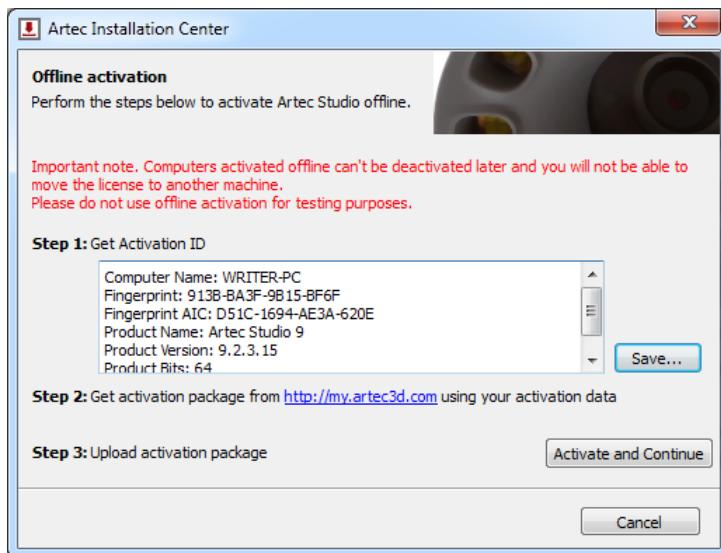

Рис. 4.15: Окно оффлайн-активации
3. В окне оффлайн-активации (Рис. 4.15) нажмите *Сохранить...* и сохраните файл с идентификатором активации на флеш-диск или другой носитель.